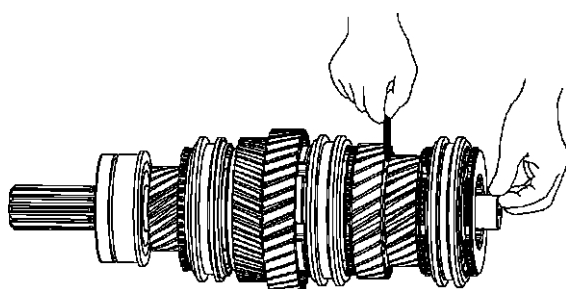

Рис. 6.33. Замер осевого перемещения шестерен 2 и 3 передач
30. При помощи шупа измерьте осевое перемещение шестерен 2 и 3 передачи, как показано на рис. 6.33.